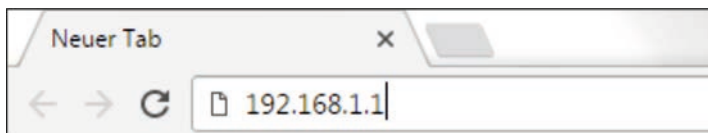

Abb. 31-23 Adressfeld
6. In das Adressfeld (Abb. 31-23) die IP-Adresse „192.168.1.1“ eintragen und öffnen.